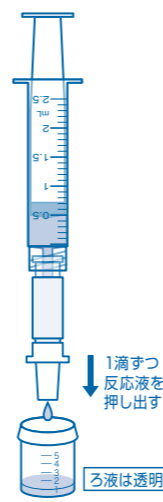

図13
⑬反応液を1滴ずつゆっくり押し出し、ろ液を5mLカップに受けます。(図13)